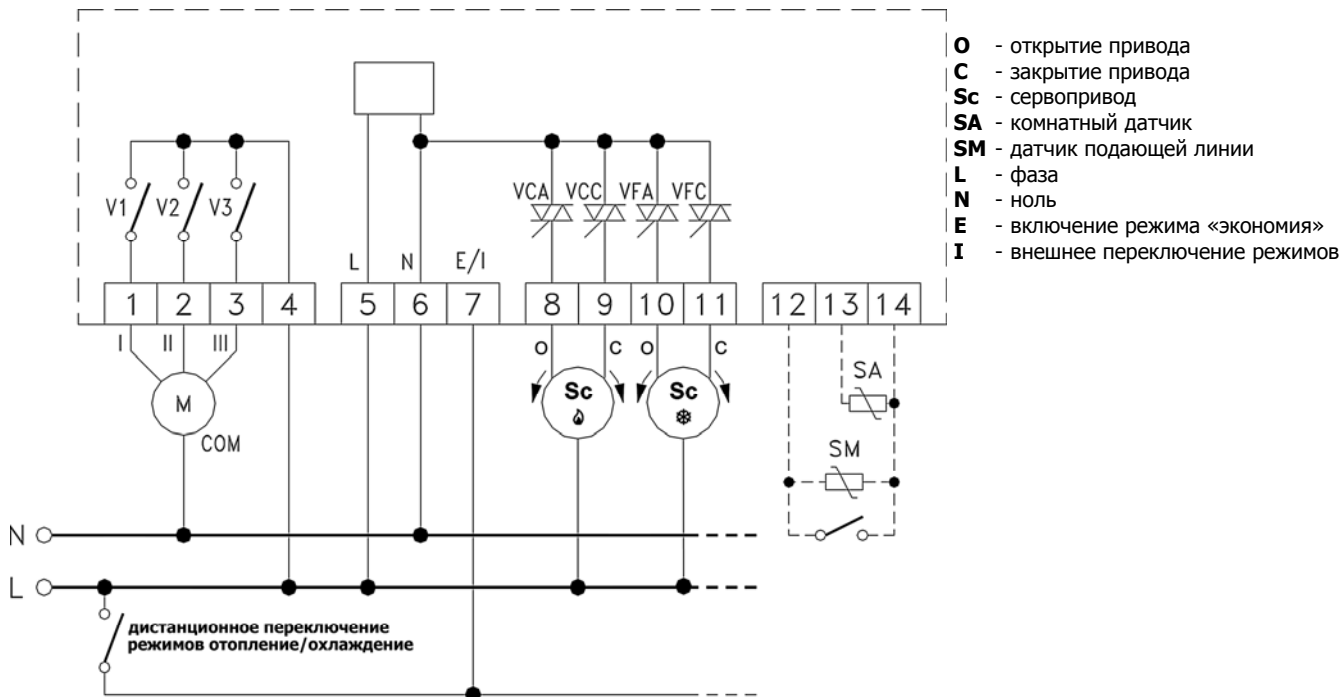

рис. 5.
5. Подсоединить провода по электрической схеме (рис.5).